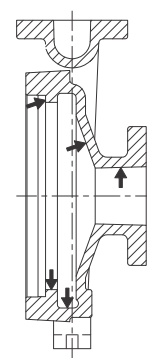

Figura 27
- Se debe inspeccionar el interior del cuerpo y la superficie del empaque del cuerpo, y si presenta ranuras o picaduras mayores a 1/8", se deberá reparar o reemplazar (vea la figura 27).